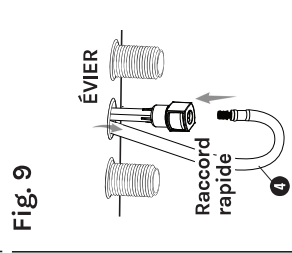

Fig. 9
- À partir du dessous de l'évier, poussez l'extrémité fileté noir du **tuyau de douchette** dans la tige de tuyau centrale sur le robinet jusqu'à ce qu'il s'enclenche (voir la fig. 9).